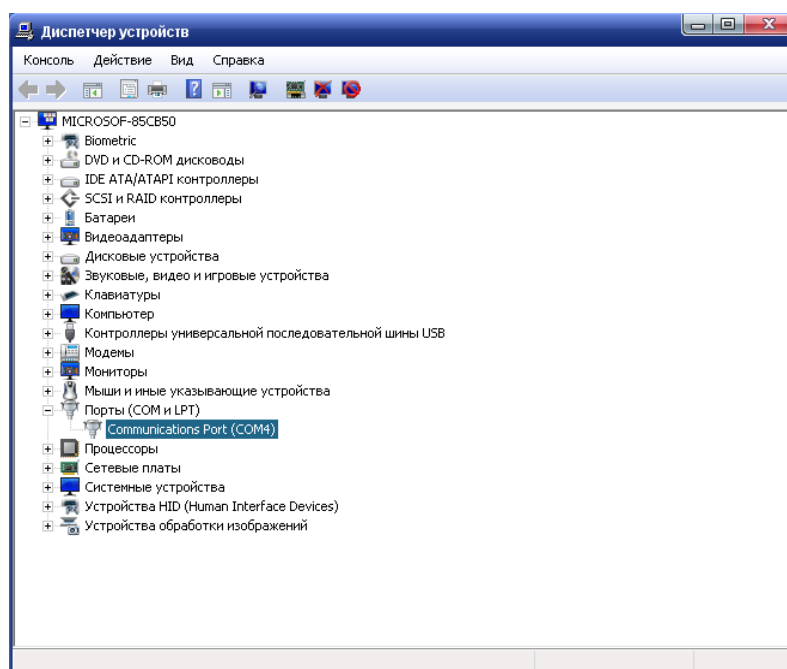

Рисунок 8.3 – Диспетчер устройств
- в диспетчере устройств открывают пункт «Порты», и обращают внимание на номер, присвоенный COM-порту в строке «Communications Port» (рисунок 8.3);